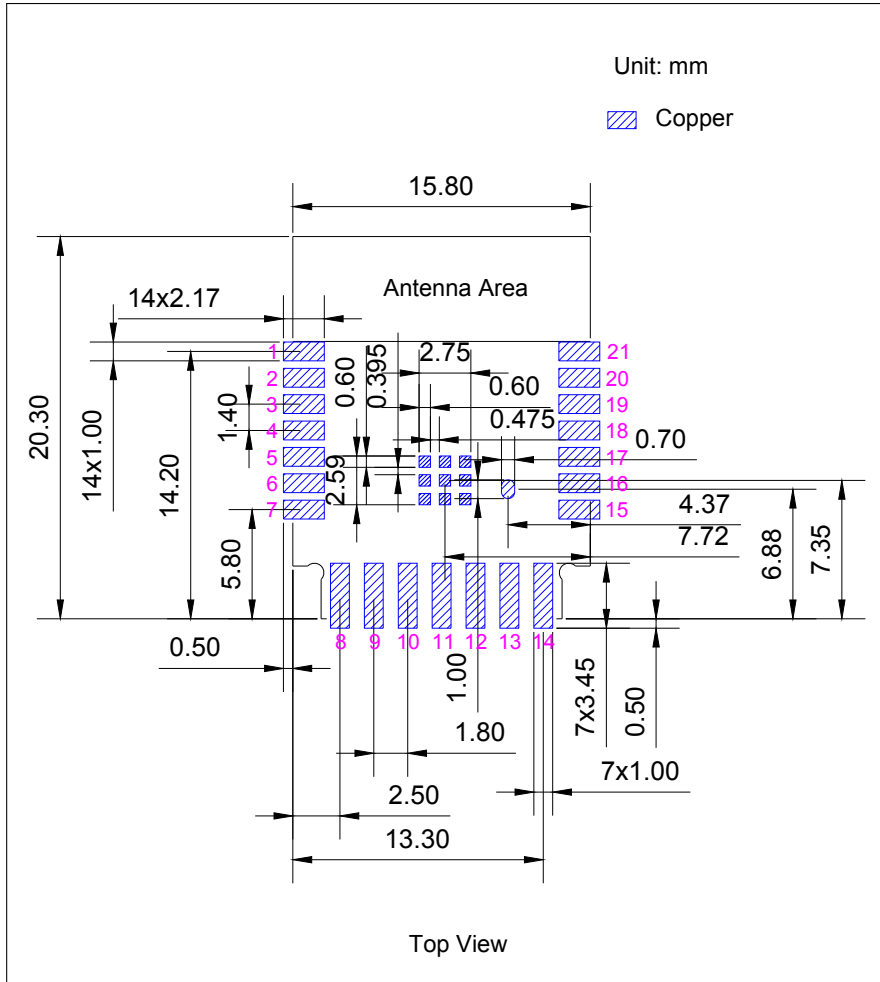
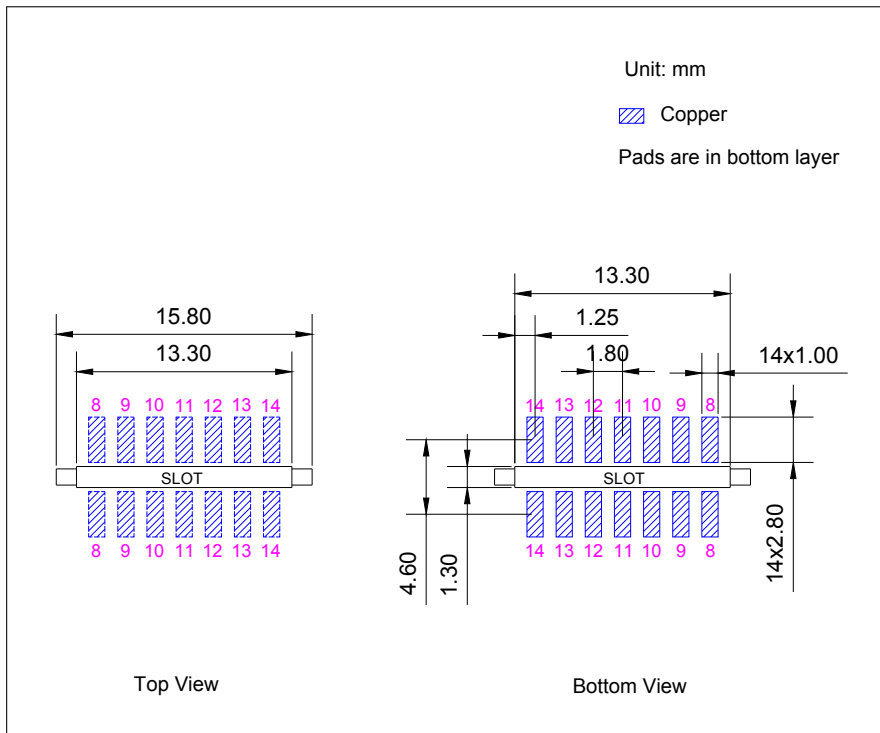

图 7: 模组表面贴装推荐 PCB 封装图形
图 8: 模组竖插装推荐 PCB 封装图形
- 推荐 PCB 封装图，标有 PCB 设计所需的全部尺寸。详见图 7 模组表面贴装推荐 PCB 封装图形 和图 8 模组竖插装推荐 PCB 封装图形。